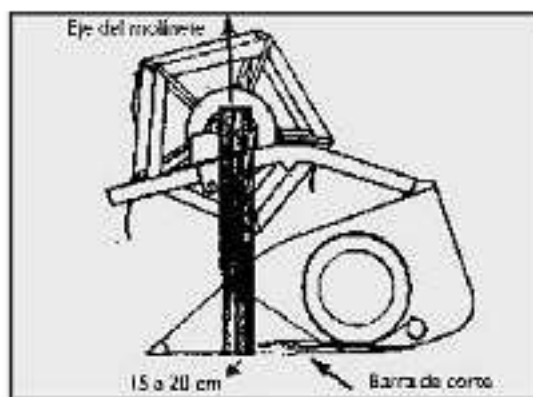

Figura 5. Regulación horizontal.
**Regulación horizontal:** Para cultivos de altura normal y sin vuelco, se aconseja que el eje del molinete quede desplazado unos 10 a 20 cm por delante de la barra de corte (*Figura 5*).